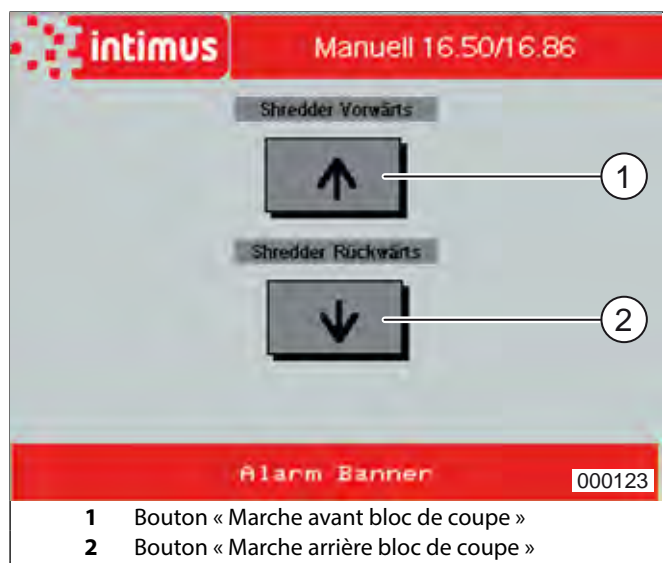

fig. 11 Écran « Mode manuel »
## Écran principal « Mode manuel » (fig. 11)
- C) Éjection sans ficelage dans le sac en plastique** (petits morceaux) (fig. 11 et 13)